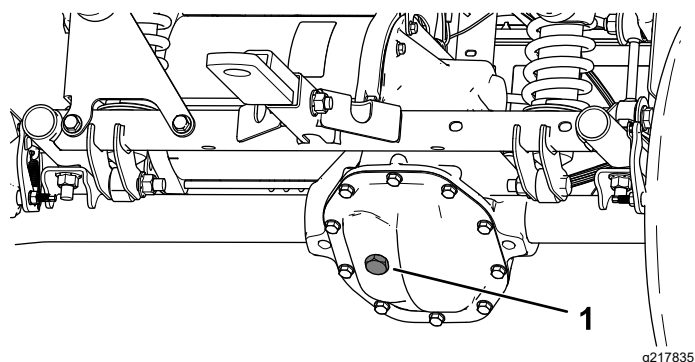

図 47
4. トランスアクスルについている補給プラグを外す 図 47。
5. オイルの量が少ない場合は、補給プラグを取り、穴からあふれ出てくるまで所定のオイルを補給する 図 47。
4. トランスアクスルの補給プラグを外して、穴から所定のオイルを入れる。補給穴からあふれ出てくるまで入れること 図 47。